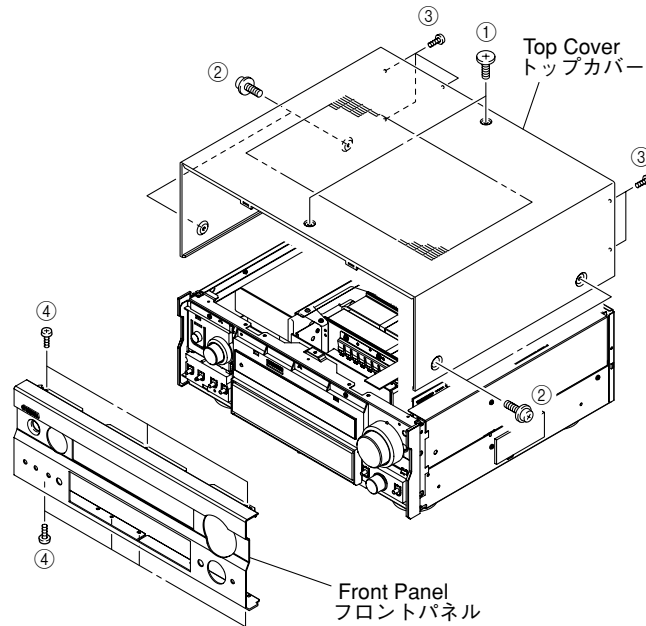

Fig. 1
- a. Remove 2 screws (①), 4 screws (②) and 5 screws (③). (Fig. 1)
- b. Slide the Top Cover rearward to remove it. (Fig. 1)
Remove 7 screws (④) and then remove the Front Panel forward. (Fig. 1)
- a. ①のネジ2本、②のネジ4本、③のネジ5本を外します。(Fig. 1)
- b. トップカバーを後方へスライドさせ、取り外します。(Fig. 1)
④のネジ7本を外し、フロントパネルを前方に外します。(Fig. 1)